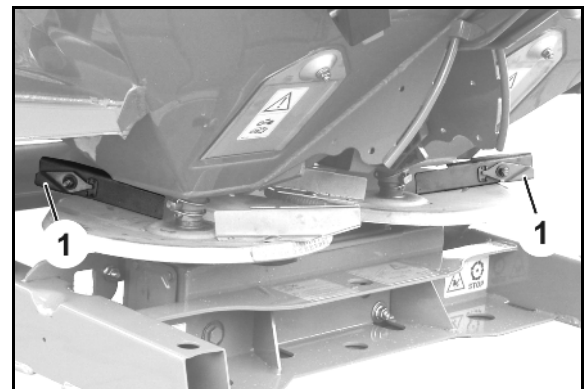

図 28
- 左側の散布ディスク (図 28/1) には L マークを表示
- 右側の散布ディスク (図 28/2) には R マークを表示
- 長いタイプ (図 28/3) - 設定目盛りは値 30 ~ 50
- 短いタイプ (図 28/4) - 設定目盛りは値 0 ~ 20